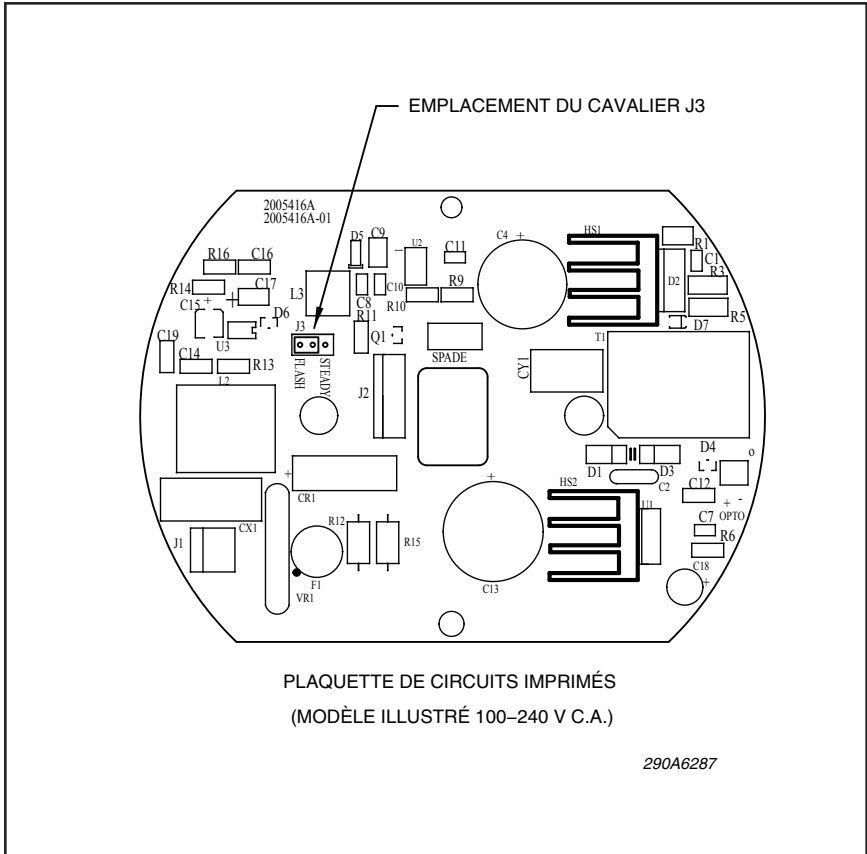

Figure 2
5. Repérer le cavalier J3 et le tirer vers le haut pour désactiver le mode « clignotant ». Replacer le cavalier sur les attaches marquées « Steady » (constant). Voir la figure 2 à la page 27.